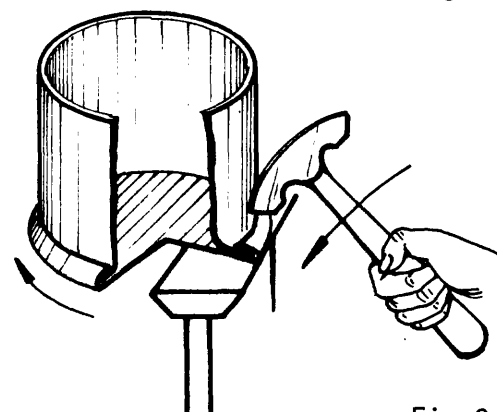

Fig.3
- ___ e Golpee con un martillo de pestañar todo el contorno hasta lograr un ajuste total (fig. 3).